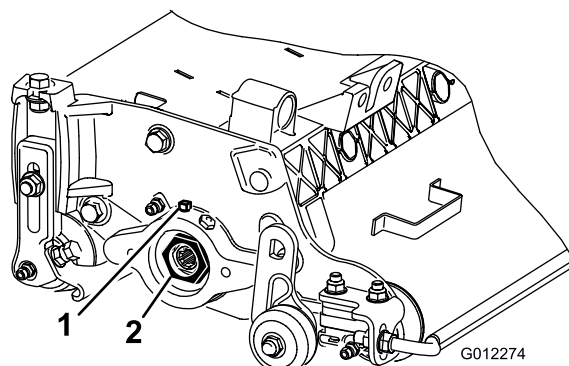

Figure 10
- A. Desserrez la vis extérieure qui fixe l'écrou de réglage au logement de roulement situé sur le côté gauche du plateau de coupe (Figure 10).